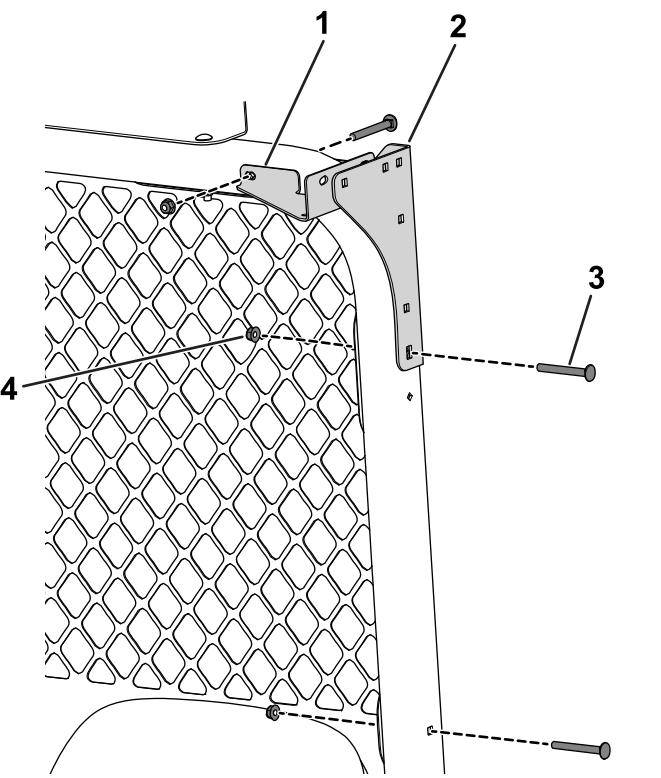

Figure 34
6. Avec 4 boulons de carrosserie (5/16" x 2 3/4") et 4 écrous (5/16"), fixez les supports de montage arrière et les goussets d'angle arrière à l'arceau de sécurité (Figure 34).
7. Avec 2 boulons de carrosserie (5/16" x 2 3/4") et 2 écrous (5/16"), fixez la grille arrière à l'arceau de sécurité (Figure 34).